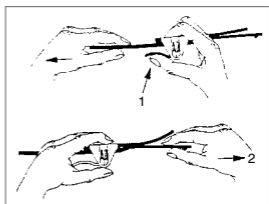

Fig. 5 Caschetto Lightweight
Regolazione della **Caschetto Frontale Lightweight (vedi fig. 5)**: Per regolare la Fascia Frontale, premere la leva (1) per aumentare e tirare l'estremità libera (2) per diminuire la circonferenza.